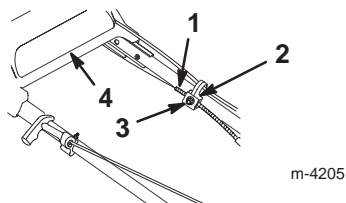

Figure 27
3. Desserrez l'écrou du support de guidage du câble (Fig. 27).
5. Repoussez la partie supérieure du mancheron le plus loin possible en arrière, appuyez sur la patte du câble d'autotraction et abaissez la gaine du câble (vers la tondeuse) pour éliminer le mou du câble (Fig. 27).
6. Serrez l'écrou du support de guidage du câble (Fig. 27).